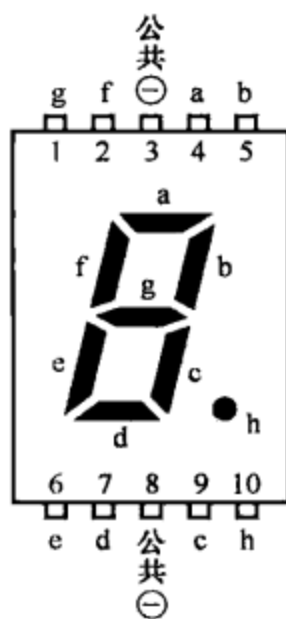

图 6-3
一位共阴极 LED 数码管共 10 只引脚，其中：③、⑧两引脚为公共负极（该两引脚内部已连接在一起），其余 8 只引脚分别为 7 段笔画和 1 个小数点的正极，如图 6-3 所示。